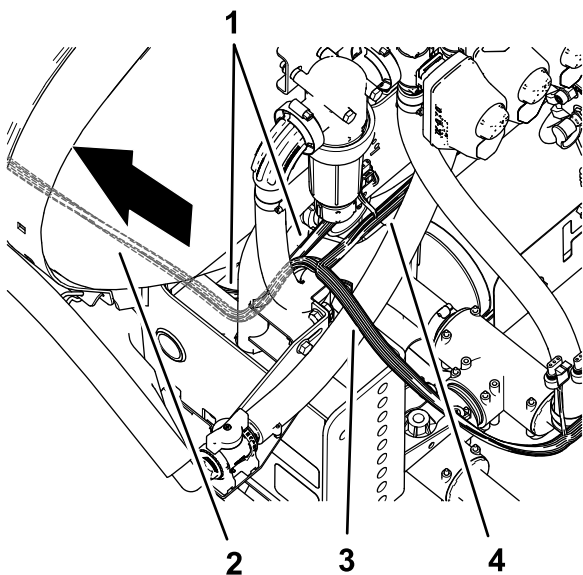

Figura 79
2. Enrute las ramas de 84 cm (33"), 60 cm (23½") y 66 cm (26") del arnés de cables del kit por el lado izquierdo de la máquina junto al arnés de cables de la máquina (Figura 78 y Figura 79).